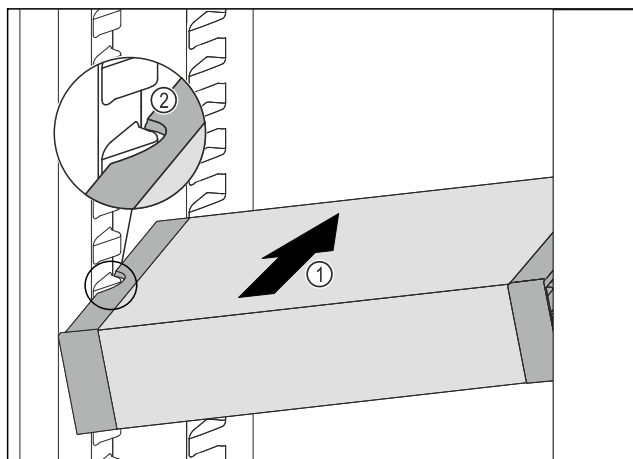

Fig. 83
- Zasuňte VarioSafe do chladničky pod úhlem tak Fig. 83 (1), aby vybrání na bocích Fig. 83 (2) VarioSafe byla na úrovni žebrování na nádoby v chladniče.